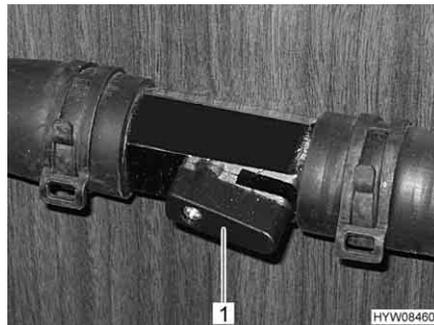

Fig. 136 Rubinetto aperto
- Posizionare la leva (Fig. 136,1) parallelamente alla tubazione (Fig. 136). Più il rubinetto viene aperto, maggiore è la prestazione del riscaldamento.
- Posizionare la leva (Fig. 136,1) verticalmente rispetto alla tubazione. Il circuito di riscaldamento funziona mediante la tubatura di bypass.